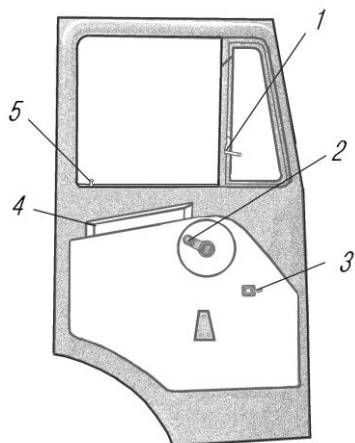

Рис. 71. Дверь кабины:
**Двери кабины** (рис. 71) снабжены замками для запираания кабины. Дверь снаружи запирается ключом, а изнутри — кнопкой для запираания.